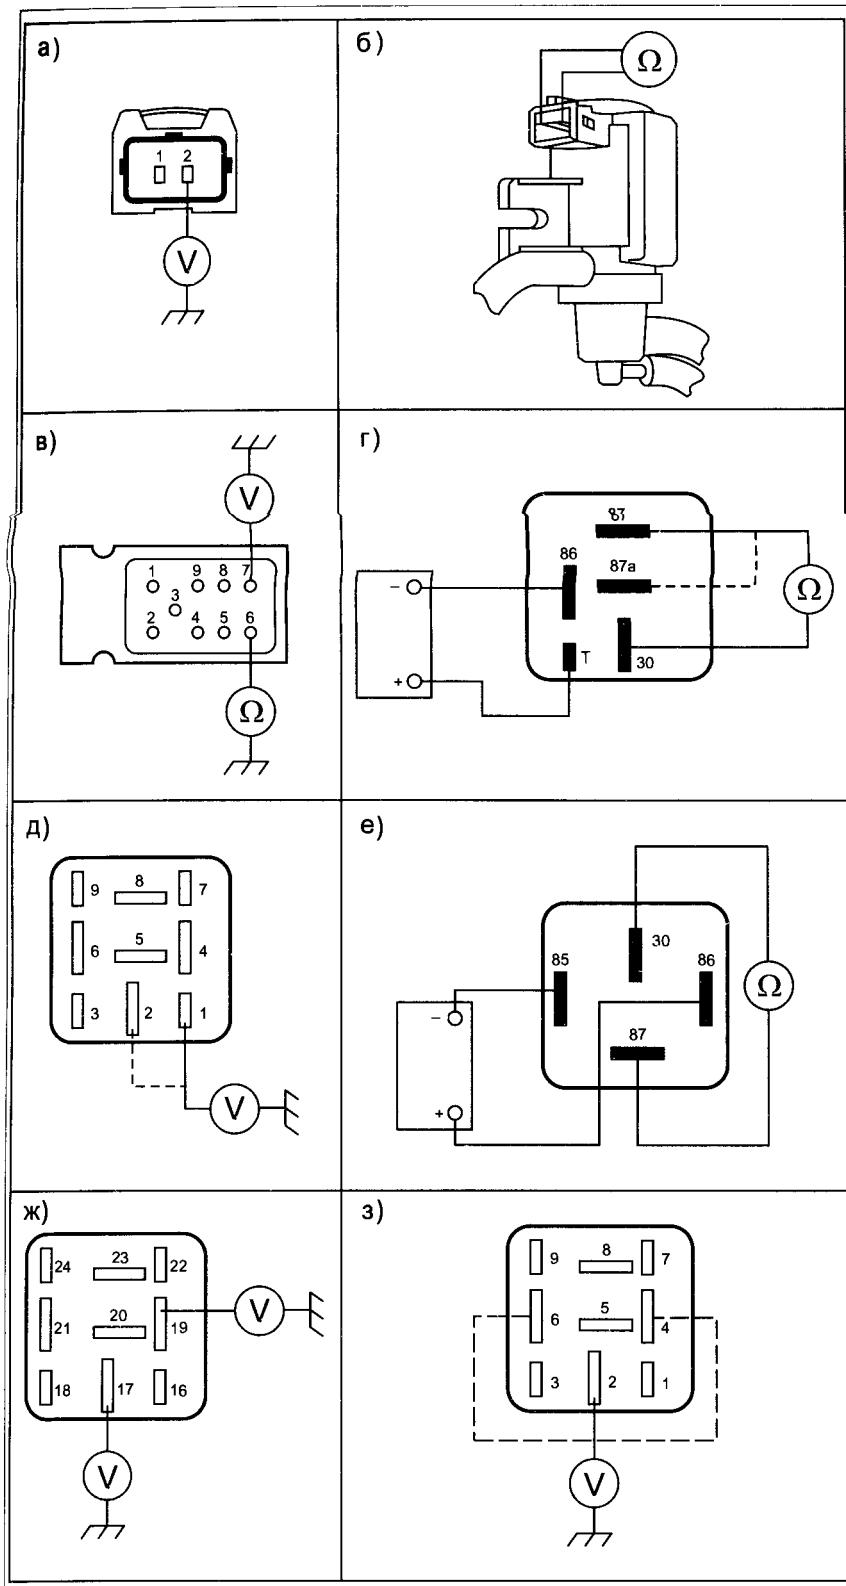

Рис. 12. Контроль выпуска ОГ и система обеспечения ЭСУД
та клапана (см. рис. 12а). Если +12 В отсутствует, проверить предохранитель F2, реле K46, замок зажигания и соответствующие соединения;
- проверить сопротивление обмотки соленоида клапана EGR, контакты 1-2 разъема клапана, его величина должна быть в пределах 14...20 Ом (см. рис. 12б);
- отключить разъем ТНВД и, включив зажигание, проверить наличие напряжения 12 В на контакте 7 9-контактного разъема ТНВД (см. рис. 12в), а на контакте 6 –
- извлечь главное реле питания ЭСУД (K46) из разъема, собрать диагностическую схему (см. рис. 12г) и проверить его срабатывание;
- проверить напряжение на контактах 1 и 2 колодки главного реле питания ЭСУД, там всегда должно быть 12 В (см. рис. 12д), если +12 В отсутствует, проверить замок зажигания и соответствующие соединения;
● извлечь реле свечей накаливания (K22) из разъема, собрать диагностическую схему (см. рис. 12е) и проверить срабатывание реле: контакты 87-30 должны замкнуться при подаче питания на контакты 85-86;
- проверить напряжение на контактах 19 (12 В при включенном зажигании) и 17 (всегда 12 В) колодки реле свечей накаливания (см. рис. 12ж). Если питание отсутствует, проверить замок зажигания и соответствующие соединения;
● извлечь реле FTP (K266) из разъема, собрать диагностическую схему (см. рис. 12е) и проверить его срабатывание, контакты 87-30 должны замкнуться при подаче питания на контакты 85-86;
- проверить напряжение на контактах 2, 4, 6 (12 В при включенном зажигании) реле FTP (см. рис. 12з). Если питание отсутствует, проверить реле K46, замок зажигания и соответствующие соединения.